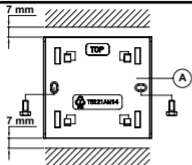

Fig 3.
1. Fissare la piastra di sicurezza A (fig. 3) con le viti fornite in dotazione su un alloggiamento da incasso o direttamente al muro con le viti e i tasselli. L'indicazione "TOP" deve trovarsi nella parte superiore della piastra di sicurezza.